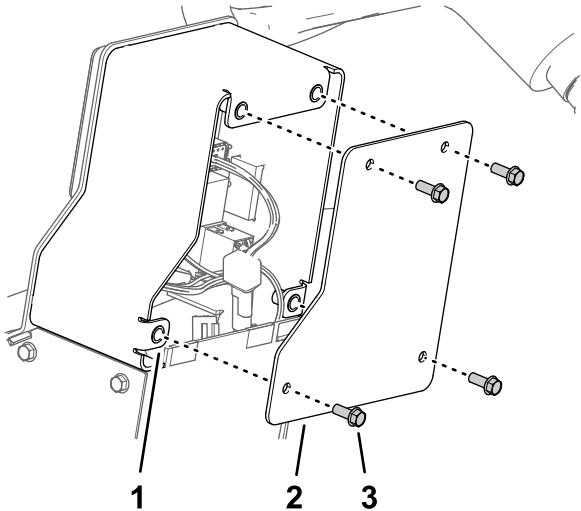

Figura 11
1. Retire los 4 tornillos con arandela prensada ( $\frac{1}{4}$ " x  $\frac{5}{8}$ ") que sujetan la cubierta delantera al brazo de la consola, y retire la cubierta (Figura 11).